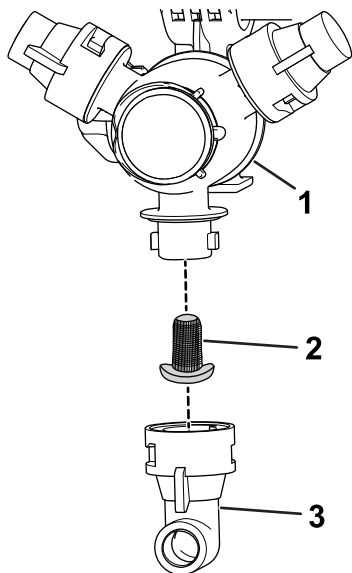

Рисунок 16
2. Снимите сопло с поворотной распылительной головки (**Рисунок 16**).
3. Снимите фильтр сопла (**Рисунок 16**).
5. Установите фильтр сопла (**Рисунок 16**).
6. Установите сопло на поворотную распылительную головку (**Рисунок 16**).